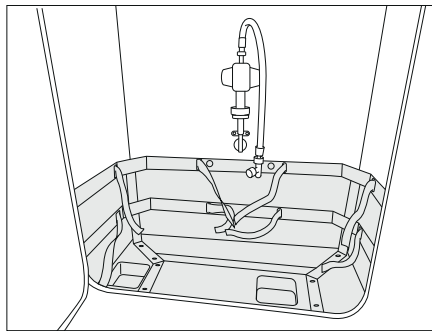
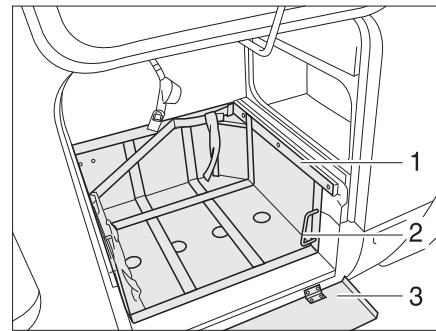

Fig. 151 Vano portabombole
Fig. 152 Vano portabombole, con carrello estraibile (variante 1)
- Se è disponibile una lamiera di protezione (Fig. 152,3), ribaltare la lamiera verso il basso.
- Sbloccare la slitta (Fig. 152,1) con maniglia (Fig. 152,2).
- Estrarre interamente la slitta (Fig. 152,3).
- Riportare indietro la maniglia (Fig. 152,2).
- Sbloccare la slitta (Fig. 152,3) con maniglia (Fig. 152,2).
- Inserire del tutto la slitta (Fig. 152,3) e riportare indietro la maniglia (Fig. 151,2).
- Se è disponibile una lamiera di protezione (Fig. 152,1), ribaltare la lamiera verso l'alto.